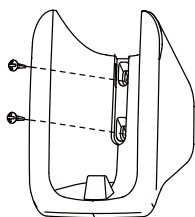

Figura 2.3
1. Use os parafusos (acessórios) para fixar e prender o suporte do controle remoto em uma posição estável (consulte a Figura 2.3);